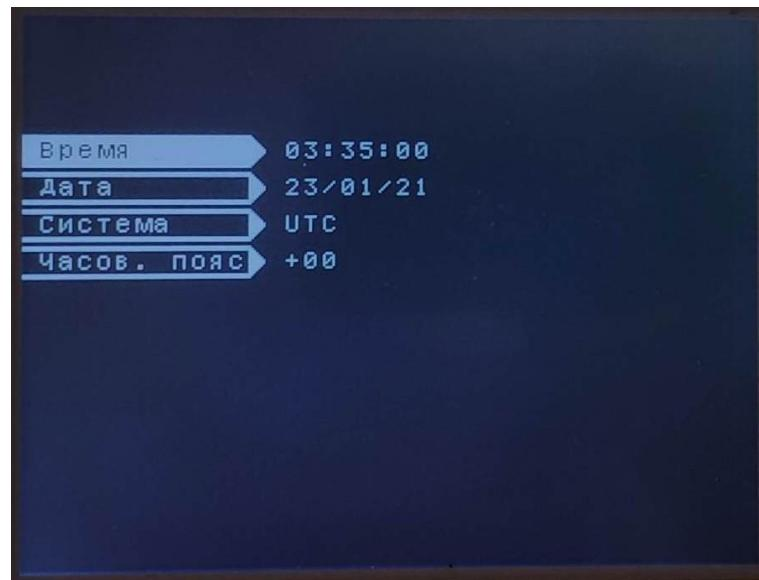

Рисунок 28 – Раздел «Дата и время»
**4. «Дата и время»** - раздел предназначен для установки даты и времени «ОРИОН» АПК ТХ (см. рисунок 28).